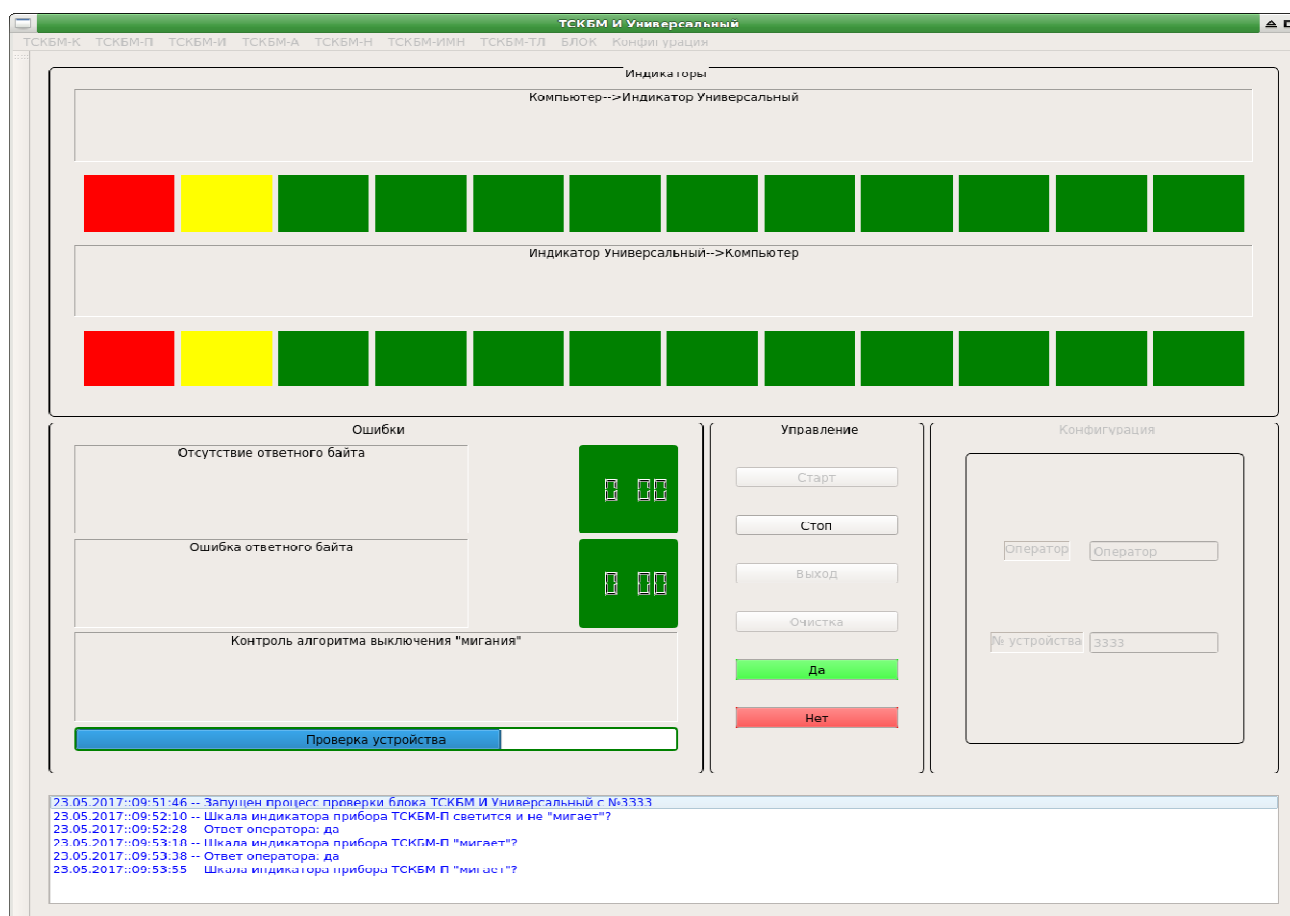

Рисунок 2.4.1.22а – Тест **Контроль алгоритма выключения «мигания»**
- 9) Далее программа запускает тест **Проверка выключения режима «мигания»**, который проверяет индикаторы ТСКБМ-П и ТСКБМ-ИМН в режиме мигания, см. рисунок 2.4.1.22б. Оператор должен отвечать на запросы программы о характере свечения индикатора работоспособности ТСКБМ-П и индикаторов «Предварительная сигнализация» и «Нажать РБС» блоков ТСКБМ-ИМН путем нажатия соответствующих кнопок, см. рисунок 2.4.1.22б.